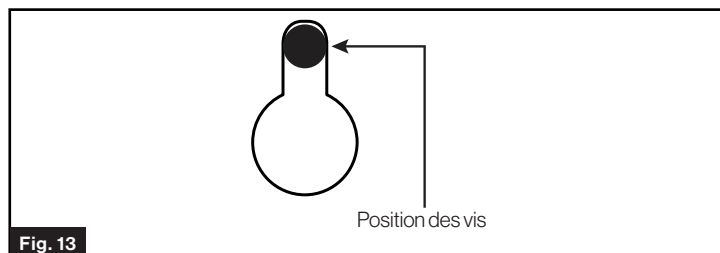

Fig. 13
3. Fixez la hotte de cuisine dans la zone de découpage supérieure ou arrière, puis faites glisser la hotte de cuisine vers l'arrière jusqu'à ce qu'elle entre en contact avec le mur. Marquez la position des vis de la hotte de cuisine sur le mur ou le fond de l'armoire à l'aide des trous en forme de déchirure situés dans la hotte de cuisine. L'emplacement des vis à marquer est indiqué sur la Fig. 13 à l'aide de la petite zone de découpage. (Fig. 13)